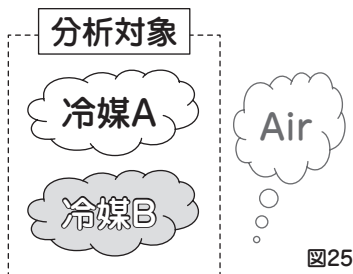

図 25
- 通常の冷媒分析は図 25、エアー量の測定は図 26 のようになります。